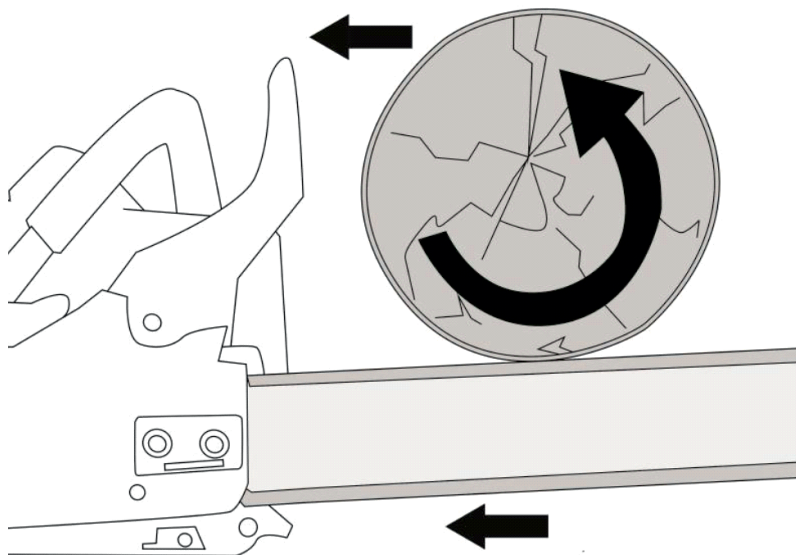

Рис. 24. Распиловка древесины снизу
3. Можно начать распиловку снизу (рис. 24), для этого распилите бревно примерно на четверть диаметра бревна, а затем закончите распиловку сверху. Помните, если бревно не закреплено, то при начале распиловки оно может сдвинуться сторону противоположную движению цепи.